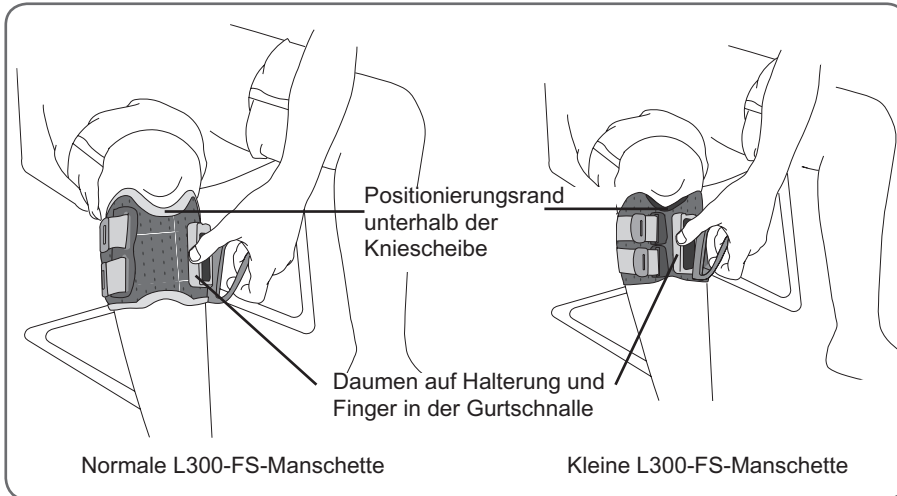

Abbildung 6-3: Befestigung des L300-FS-Manschettengurts
6. Greifen Sie die Schnalle des L300-FS-Manschetten Gurts. (Siehe Abbildung 6-3.) Lassen Sie den Daumen auf der Halterung, führen Sie den Gurt um das Bein, und befestigen Sie die Schnalle in der Halterung. Bei Verwendung der kleinen L300-FS-Manschette müssen Sie die Manschette möglicherweise mit der anderen Hand auf dem Bein festhalten.